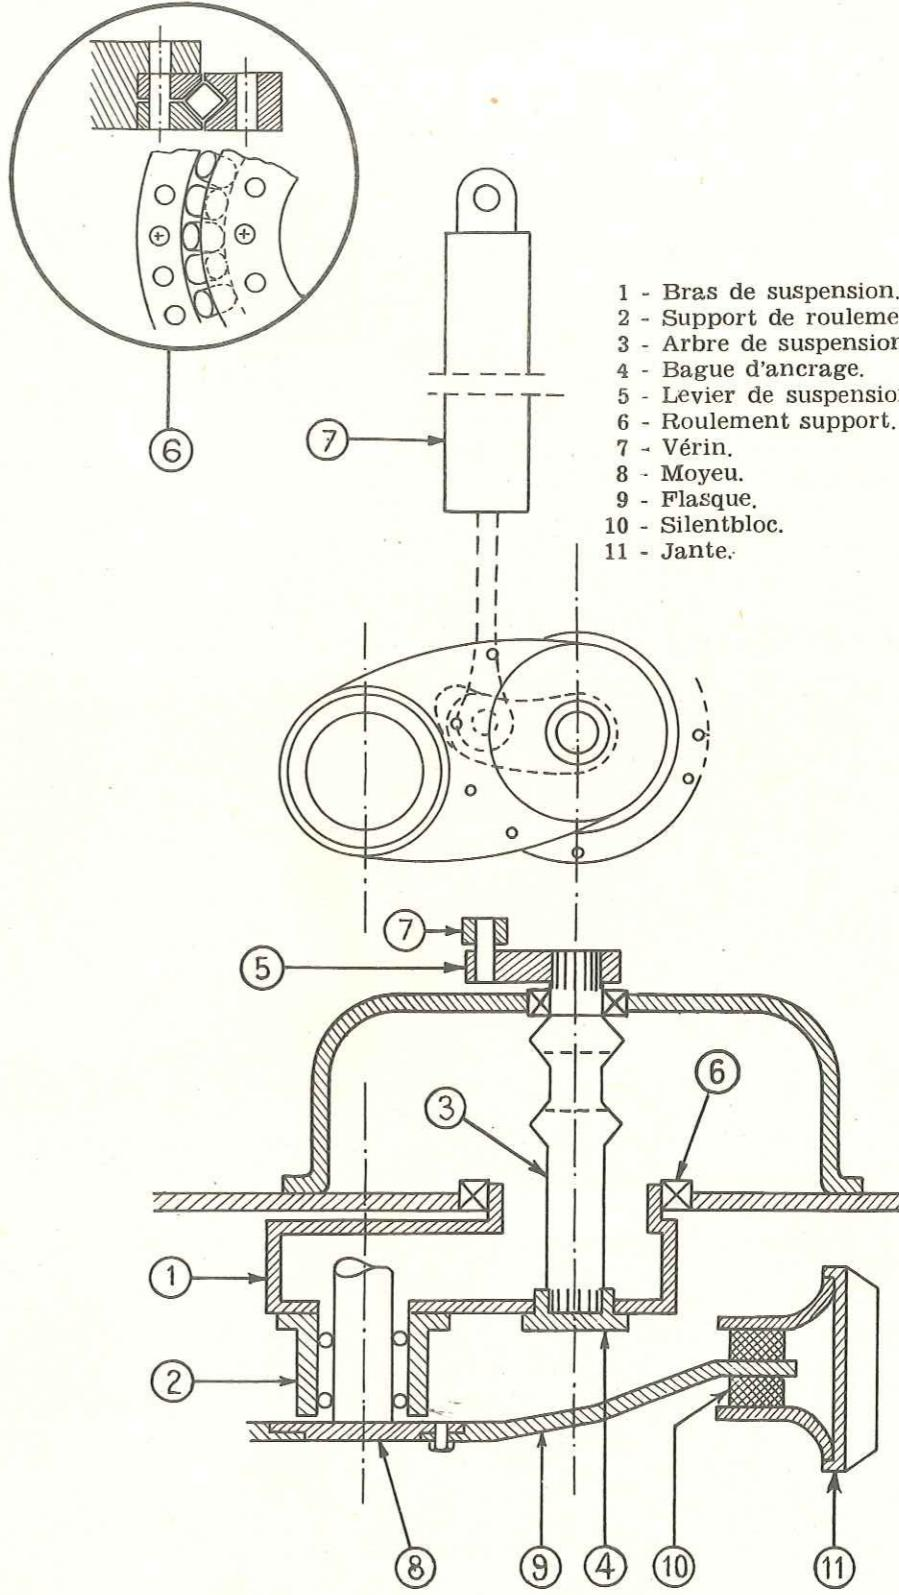

Figure 40 - Suspension roue intermédiaire
- 2 - Roulement support (voir figure 40).